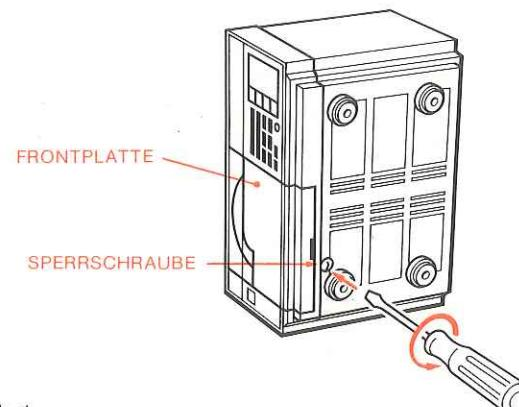

Abb. 1
- Das Gerät auf die linke Seite stellen (s. Abb. 1).